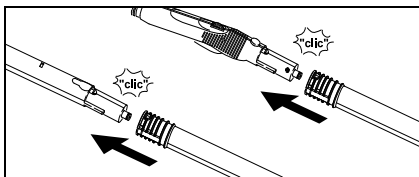

Fig. 7
- Brug forlængerrøret (G1) om nødvendigt. Sæt et eller begge forlængerrør på damp pistolen (C1) (se fig. 7) Sæt det nødvendige tilbehør (D1, E1,F1,H1) på forlængerrørets frie ende.